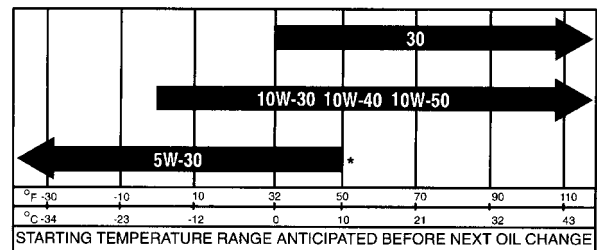

Bild 22
3. Verwenden Sie für den Motor nur hochwertige, waschaktive Öle 10W30, die die Klassifizierung CF oder höher vom American Petroleum Institute (API) aufweisen. Wählen Sie eine entsprechende Viskosität aus; siehe Tabelle (Bild 22).